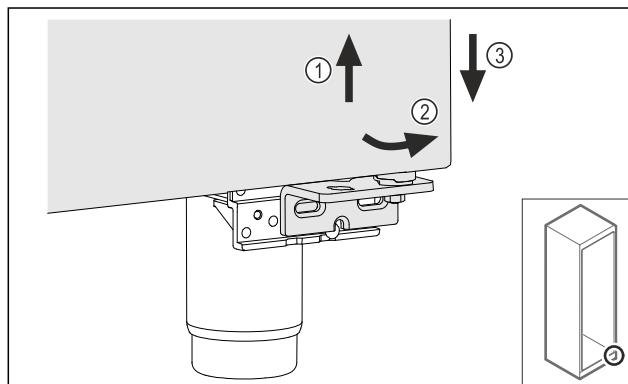

Fig. 19
- Paceliet mazliet durvis Fig. 19 (1), apakšā sagāziet uz priekšu Fig. 19 (2) un nolaidiet Fig. 19 (3).